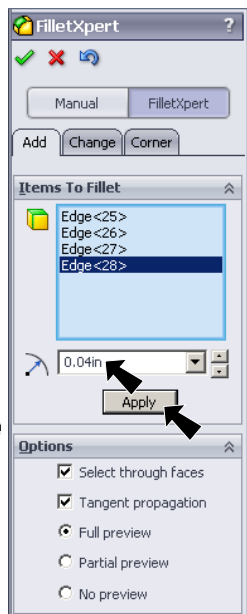

Fig. 34
Step 4. Set Radius  .04, Fig. 34